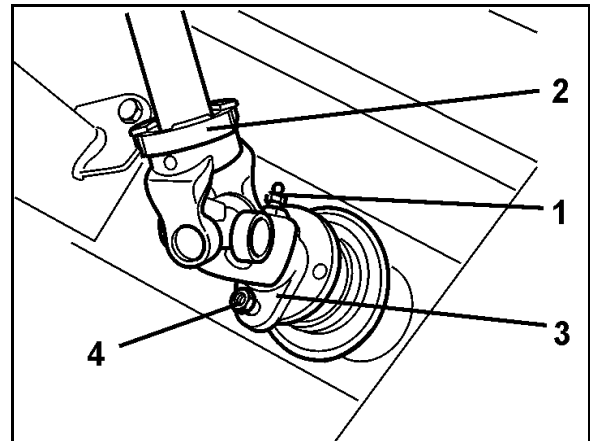

图 87
2. 拧开螺母（图 87/2），消除弹簧（图 87/1）拉力。